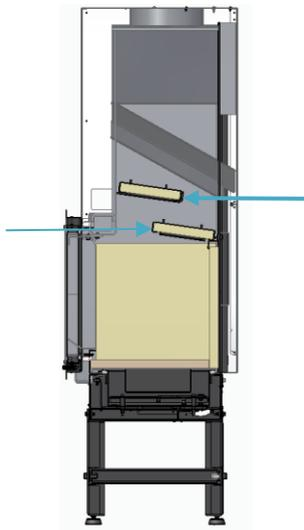

Figura 11
g) Verificar se as placas defletoras se encontram na posição correta, Figura 11.